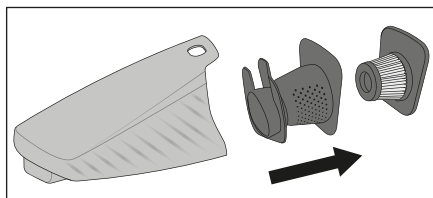

Fig. 4
- 3) Commencez par sortir le filtre EPA ⑤ et ensuite le filtre grossier ⑥ hors du bac à poussière ⑦ (fig. 4). Tapotez ces deux pièces au-dessus d'une poubelle ou similaire. Si nécessaire, vous pouvez rincer le filtre EPA ⑤ à l'eau claire. Ensuite, laissez-le sécher entièrement à l'air.